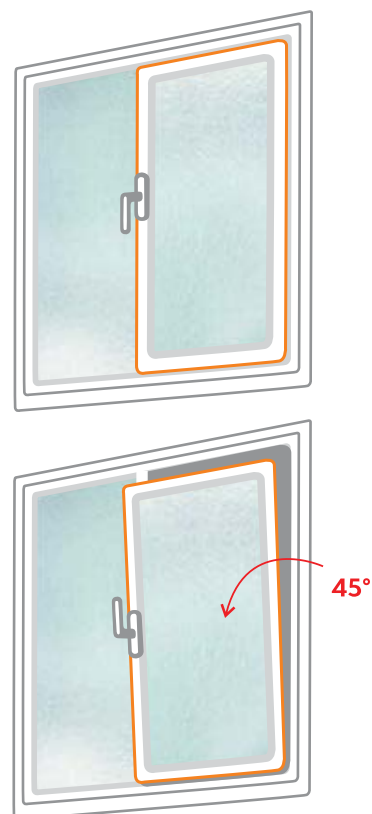

Рис. 3
- Для перевода створки в положение «Проветривание» (при наличии) ручку поворачивают из положения «Откинута» в положение «Проветривание» на 45° (см. Рис. 3) При этом створка окна (после небольшого поворота относительно нижней горизонтальной оси) фиксируется, будучи неплотно прижатой к раме окна вверху. Зазор между рамой окна и створкой (в верхней части) в данном режиме может составлять от 5 до 10мм. и регулируется небольшим поворотом ручки (щелевой режим)